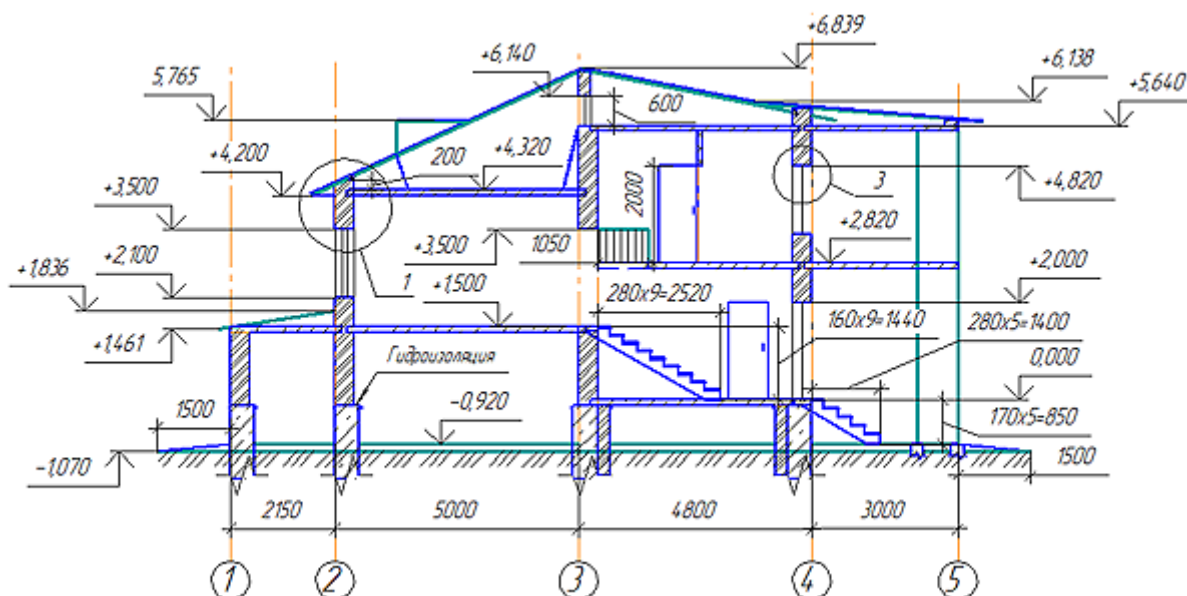

Рисунок 10.4 – Пример разреза здания
**Разрезом** называют изображение одной части здания, мысленно рассеченного вертикальной плоскостью. Положение секущей плоскости показывают на плане здания. Разрез называют **продольным**, если секущая плоскость параллельна продольным стенам здания, и **поперечным**, если секущая плоскость перпендикулярна продольным стенам. Иногда для получения разреза применяют не одну, а несколько параллельных секущих плоскостей. В таком случае разрез называют **ступенчатым** (Рисунок 10.4).